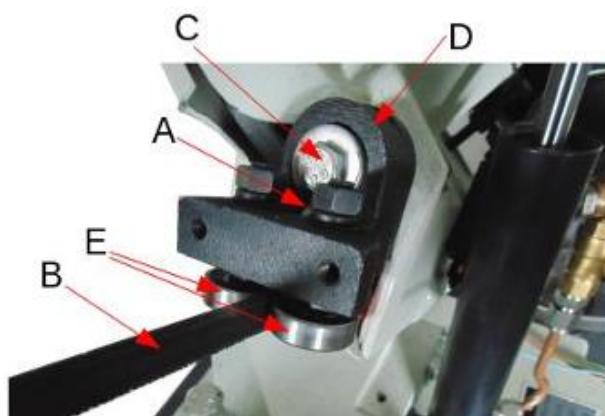

Рис. 9
3. Если необходима регулировка, подшипники, направляющие полотно, и опорный подшипник (E на рис. 9 – показаны два подшипника) не должны касаться полотна.
2. Опорный подшипник полотна (A на рис. 9) должен быть отрегулирован так, чтобы он касался задней части полотна при правильной настройке траектории. Чтобы выполнить регулировку следует ослабить винта (C) и переместить кронштейн (D) вверх или вниз так, чтобы опорный подшипник (A) слегка касался задней части полотна (B). Затянуть винт (C).